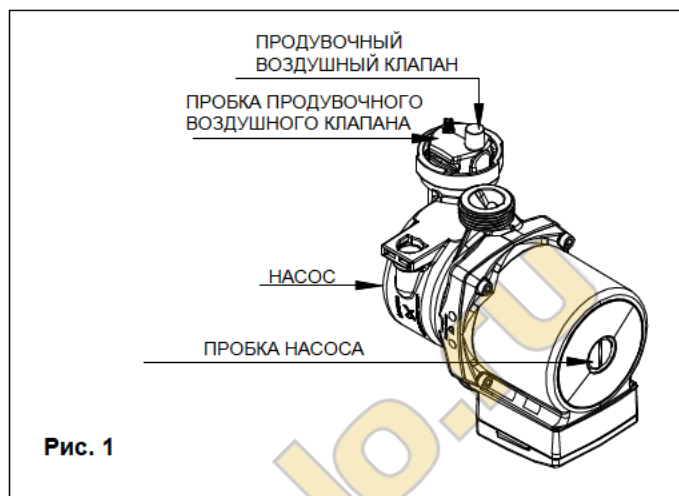

Рис. 1
- Немного ослабьте колпачок автоматического воздухоотводчика для удаления воздуха из системы (рис. 1).